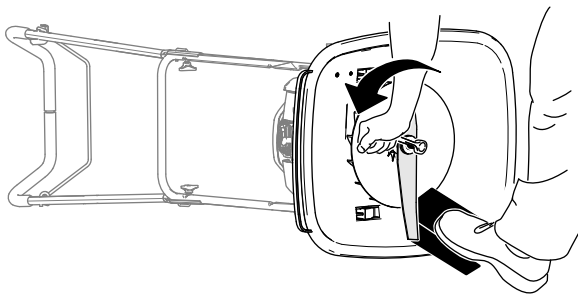

図 21
3. 角材などを使ってブレードをしっかり保持する **図 21**。
4. レンチを使用してブレード固定ボルトを左に回してブレードを外す 図 21。